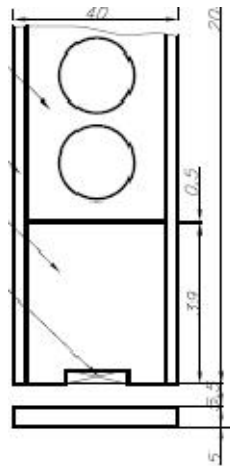

Fig. 2.
- o At der monteres en mindst 5 mm tyk stål skinne under dørblad, og afstand mellem overside gulvskinne til underkant dør ikke overstiger 6 mm (Fig. 2). Brandbare tæpper og gulvbelægninger må ikke føres under gulvskinnen.